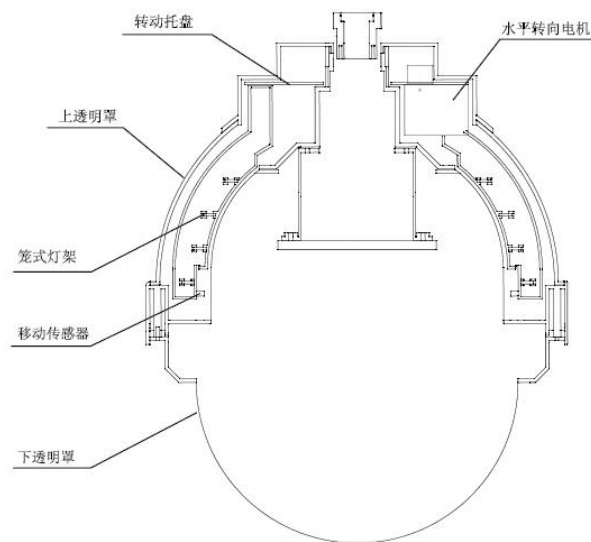

图 1 球型灯结构图
- (2) DAR1310 为一款具有创新性的专利产品,DAR1310 系列红外灯彻底解决了球型云台夜间照明难题。结构见图 1,移位传感器能够感知云台的水平转动,由智能控制器控制电机的转动方向,实现对云台的自动跟踪,保证红外灯的光线投射始终与摄像机画面相重合。笼式灯架结构是另一项精妙的创新,该结构充分利用了球型云台上罩夹层的空间。最多可容纳多达 70 颗大功率红外二极管(LED)。高达 75W 的照明功率,可实现多达 150 米的实用距离。